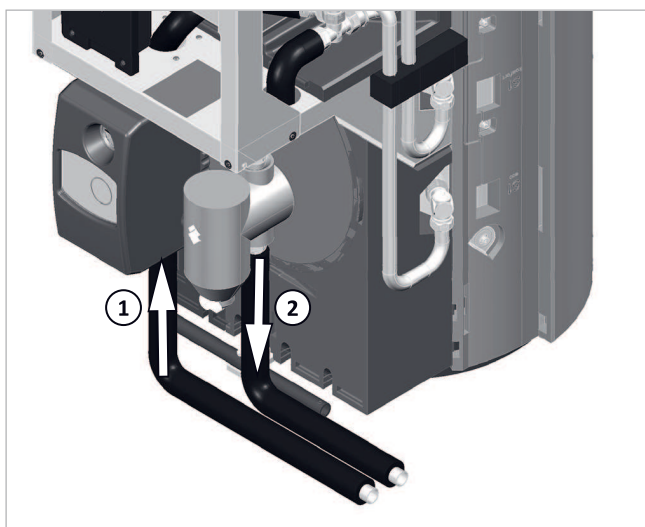

Abb. 39: Anschlussrohre montieren
1. Die Rohre entsprechend → Abb. 39 an den Schlammabscheider montieren und mit bauseitiger Verrohrung mit SolvisPia verbinden.